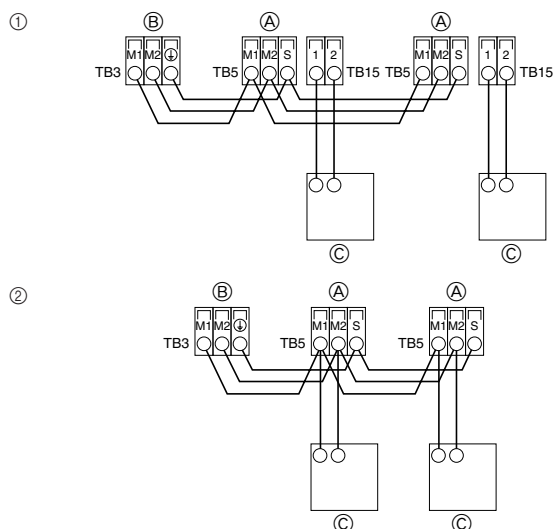

Fig. 4-2
4.2. De afstandsbediening en de transmissiekabels voor het binnen- en buitenapparaat aansluiten (Fig. 4-2)
① MA-afstandsbediening
② M-NET-afstandsbediening